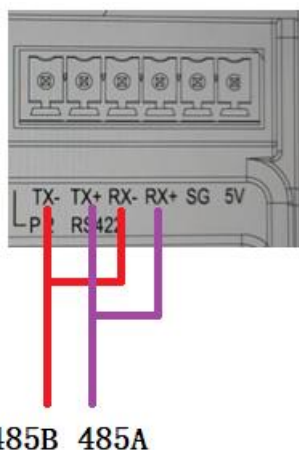

图 3-4 半双工 RS485 通讯连接图
1. 由于 485 是在使用 422 软件上进行模拟 485 来实现的, 如果使用 485, 就需要将 1 号脚(TX-) 和 3 号脚 (RX-)、2 号脚 (TX+) 和 4 号脚 (RX+) 进行短接, 1 号脚和需要通信的 485 模块的 485B 或 485-连接、2 号脚和需要通信的 485 模块的 485A 或 485+连接, 见图 3-4。